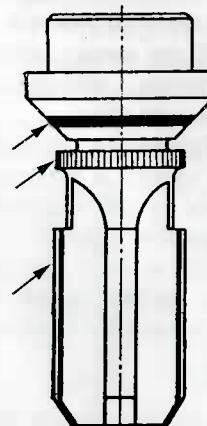

рис. 2.17
1. Проверьте наличие износа или глубоких царапин на указанных поверхностях клапана и седла, рис. 2.17.